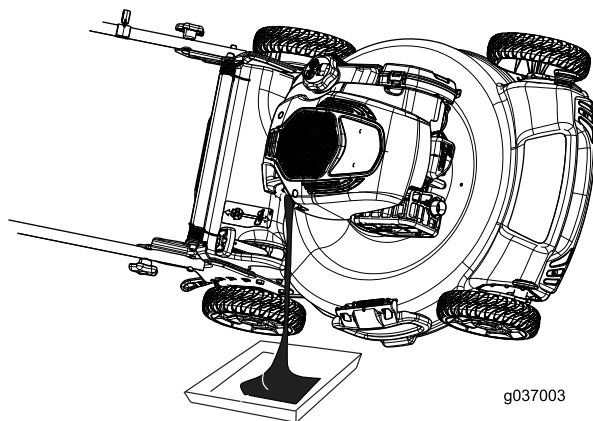

Рисунок 32
4. Для слива отработанного масла через маслозаливную горловину переверните машину набок (чтобы воздушный фильтр был сверху) (Рисунок 32).